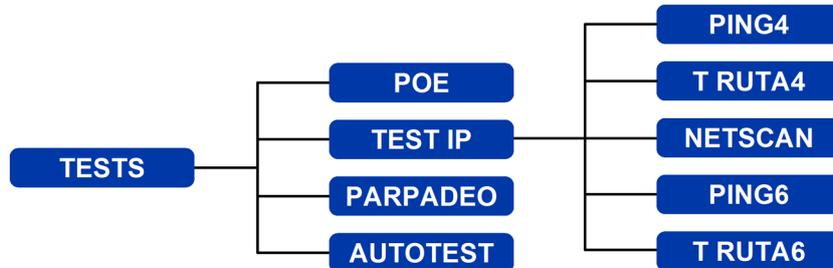

Fig. 16 Mapa de menú de tests: comprobación de Ethernet (2)
(2) Cuando se detecta una red activa pero ninguna unidad remota del SignalTEK NT, en la barra de información de la pantalla de inicio aparece el mensaje “Ethernet” y al seleccionar el icono TESTS, se accede a los tests de Ethernet disponibles que se muestran en la Fig. 16.